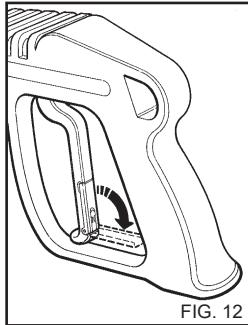

FIG. 12
- Kai plovimo mašina nenaudojama, užfiksuojite rankenos saugumo įtaisą (fig.12).